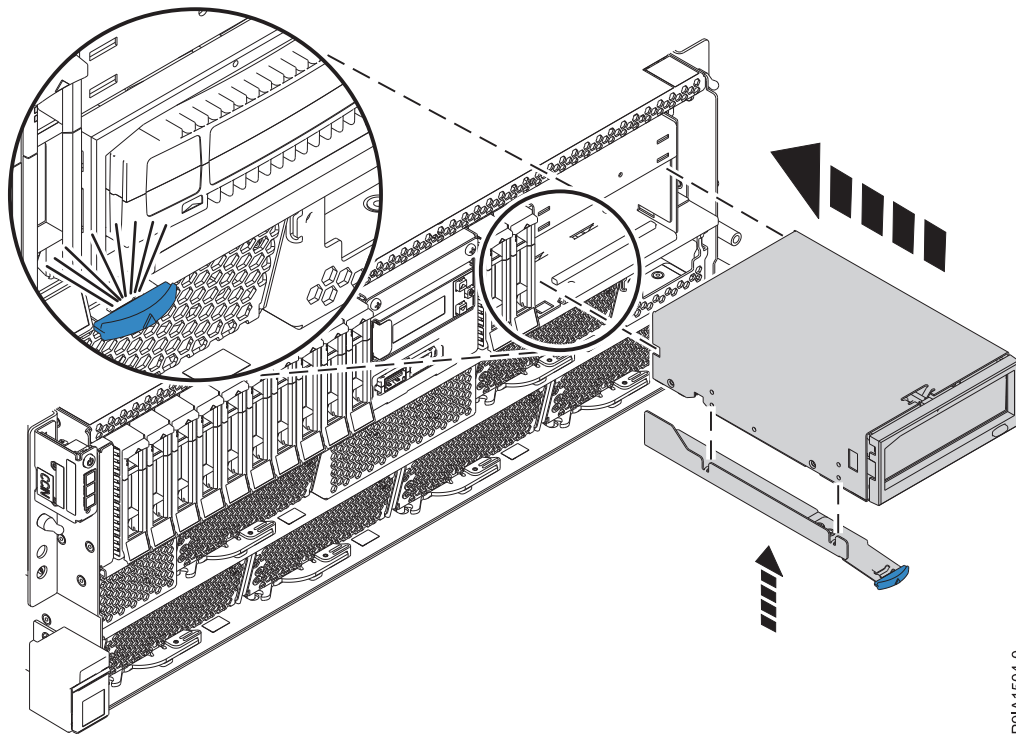

Figura 17. Sustitución de la estación de acoplamiento RDX interna de un sistema montado en bastidor
5. Deslice la estación de acoplamiento RDX interna en el sistema hasta que quede encajada en su lugar, tal como se muestra en la Figura 17.